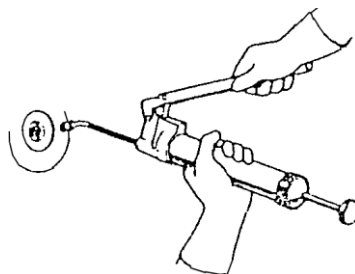

Figura 04 – 07
- Verifique se a graxa lubrificante é suficiente. Adicione a graxa no momento certo. Para saber como adicionar graxa com a bomba de graxa manual, consulte a Figura 04 – 07.